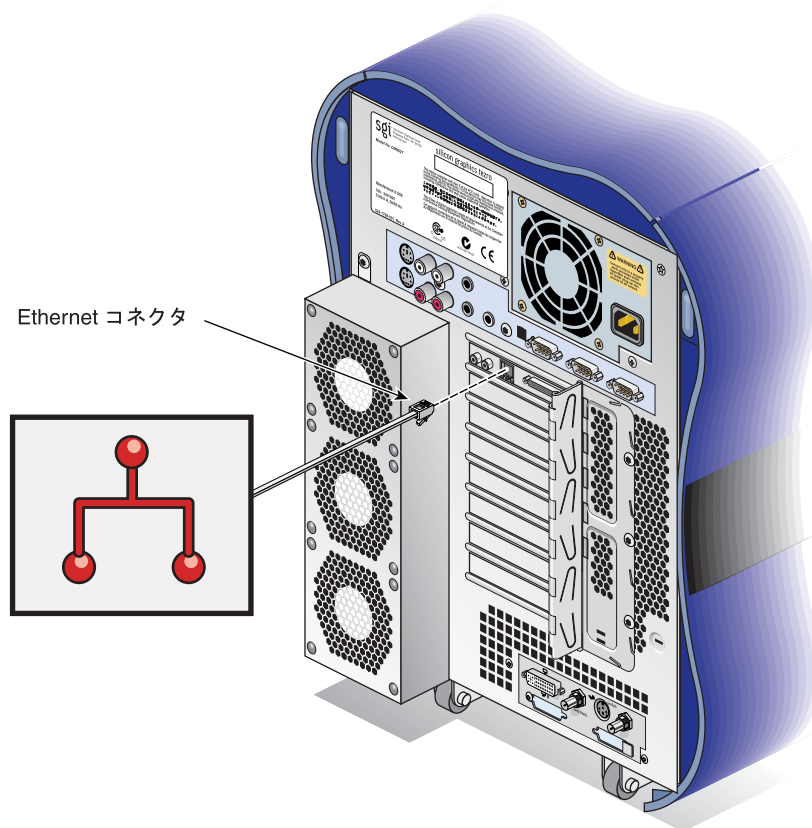

図 1-6 Ethernet ケーブルの接続
2. 図 1-6 に示すように、Ethernet ケーブルを IO9 カードの Ethernet ポートに接続します。